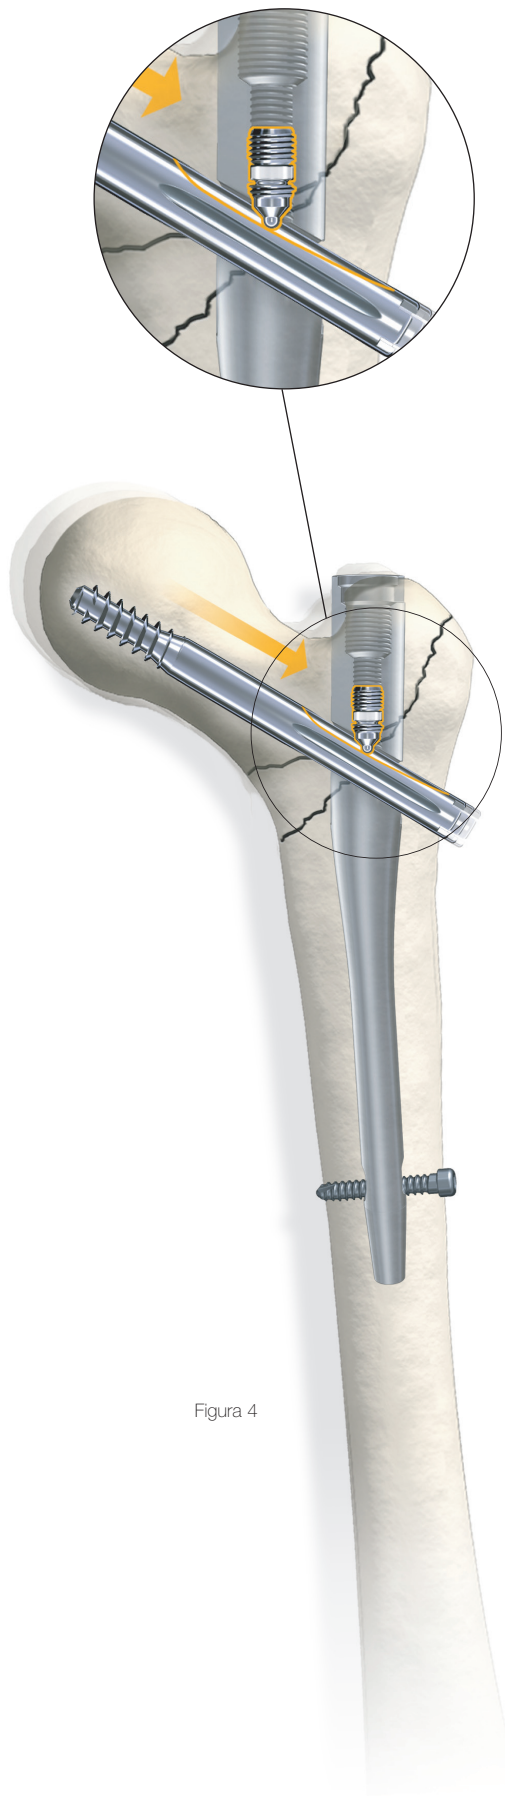

Figura 4
- Perfil asimétrico de profundidad que permite que el tornillo deslizante se deslice sólo en sentido lateral (flecha naranja, Figura 4)